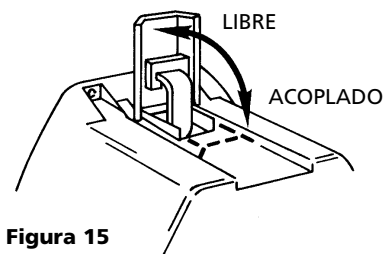

Figura 15
El cable ha sido instalado en la fábrica en su cabrestante bajo carga mínima. El cable debe ser rebobinado al tambor bajo carga de modo que las capas exteriores no se inserten a las interiores, dañándose. Levante la palanca de embrague a la posición «Free» (Libre) como se muestra en la Figura 15. Si hay una carga en el cable de alambre, es posible que la palanca del embrague no gire fácilmente. **NO FUERCE LA PALANCA DE EMBRAGUE.** Suelte la tensión sobre el cable, sacando lentamente un poco de cable. Suelte el embrague, saque el cable y asegúrelo al anclaje o la carga. Revise que haya por lo menos cinco (5) vueltas de cable de alambre en el tambor. Vuelva a embragar el tambor devolviendo la palanca del embrague a la posición de «Acoplado» (vea la Figura 15).